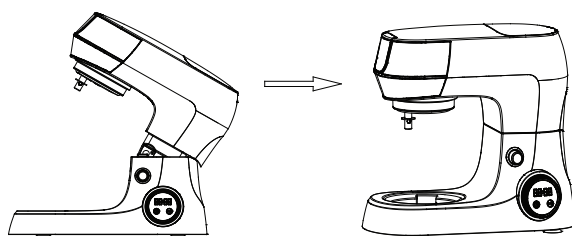

Рисунок 3
6. Опустите поворотный кронштейн (13) и поверните рычаг блокировки (17) в сторону закрытого замка. (см. рис. 3).